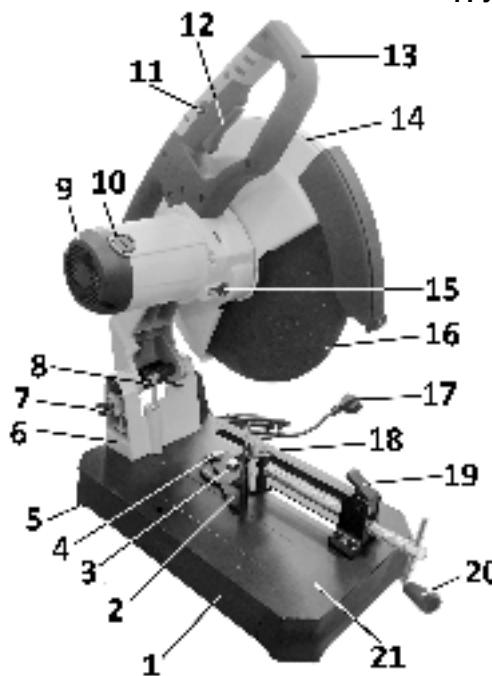

Рис. 2
ВНИМАНИЕ: Запрещается резко отпускать рабочую ручку (13). При полностью опущенной ручке (13) отрезной диск (16) не должен касаться стенок прорези рабочего стола (21) или поверхности опорной поверхности машины (верстака и т.д.), Рис. 2, 3.
11.1. Снятие отрезного круга (диска) (Рис. 2, 3, 6)
11.1.1. Переведите подвижный защитный кожух (25) в крайнее верхнее положение так чтобы освободить доступ к креплению отрезного диска (16). Нажмите и удерживайте блокиратор (15), Рис.2, проворачивая отрезной диск (16) до его блокирования.
12. ТЕХНИЧЕСКОЕ ОБСЛУЖИВАНИЕ (Рис. 2, 3)
Заменяйте угольные щетки, когда они изношены до 4,8 мм их длины. Щетки необходимо менять парами. Замену щеток для безопасной и надежной работы машины должен производить специалист. Для осмотра и замены щеток необходимо на двух противоположных сторонах электродвигателя (9) выкрутить две крышки щёткодержателя (10), извлечь щётки и при необходимости заменить, Рис. 2. Щетки необходимо менять парами (см. комплектность).
13. РЕКОМЕНДУЕМЫЕ ОТРЕЗНЫЕ КРУГИ (ДИСКИ) (Рис. 2, 3)
7. УСТРОЙСТВО (Рис. 2, 3)
Регулировка угла резания заготовки (Рис. 2, 3). Отключите машину, отсоедините вилку шнура питания от розетки электросети, ослабьте два установочных болта (3,4) поворотных губках тисков (2). Совместите отметку на рабочем столе (21) с выбранным показанием шкалы на поворотных губках (2) тисков (12). Закрепите губки тисков (2), надёжно закрутив болты (3,4). Проверьте, и при необходимости отрегулируйте и зафиксируйте положение упорного болта (8) ограничивающего опускание отрезного круга (16).
10. ОСНОВНЫЕ ОПЕРАЦИИ (Рис. 2, 3)
10.2. Как показано на Рис. 2 и 3, откиньте полугайку (19), переместите ходовой винт (24) в положение, достаточное для установки заготовки. Установите заготовку, опустите полугайку (19). Вращая до определённого усилия ходовой винт (24) за ручку (20), надёжно закрепите заготовку. При использовании длинных заготовок обеспечьте надёжную фиксированную опору по всей длине заготовки.